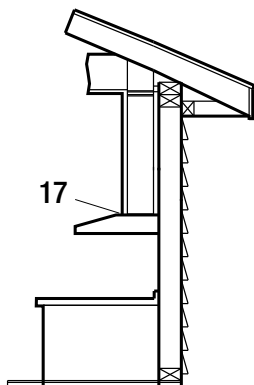

Fig. 8
Dans un dispositif d'évacuation vers l'intérieur, l'air n'est pas évacué à l'extérieur (figure 8). L'air passe plutôt à travers les filtres en aluminium et au charbon et est dirigé vers l'intérieur du bâtiment par le conduit d'aération supérieur de la hotte (17). Veuillez consulter la section Installation pour obtenir de plus amples renseignements.